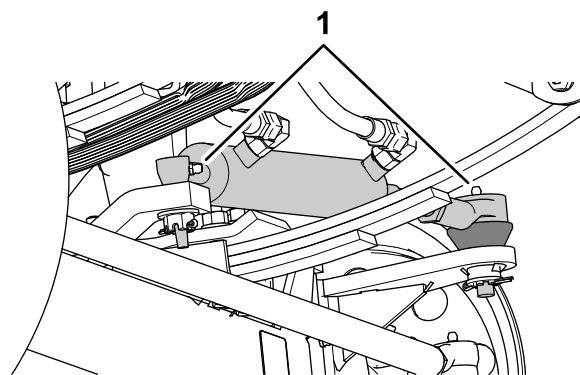
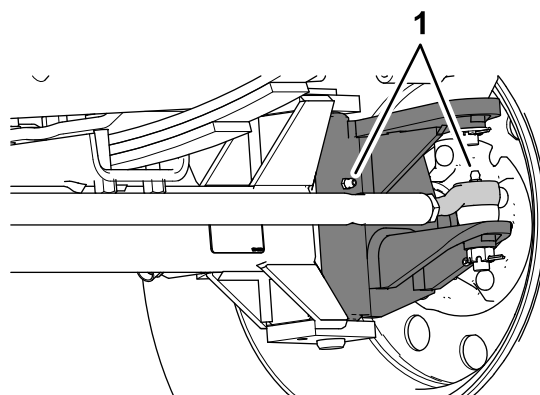

図 68
図 69
1. グリスフィッティングをウェスできれいに拭く 図 68 と 図 69。
2. グリスフィッティングにグリスを注入する 図 68 と 図 69。
- 注 グリスアップ箇所を 図 68 に示します。